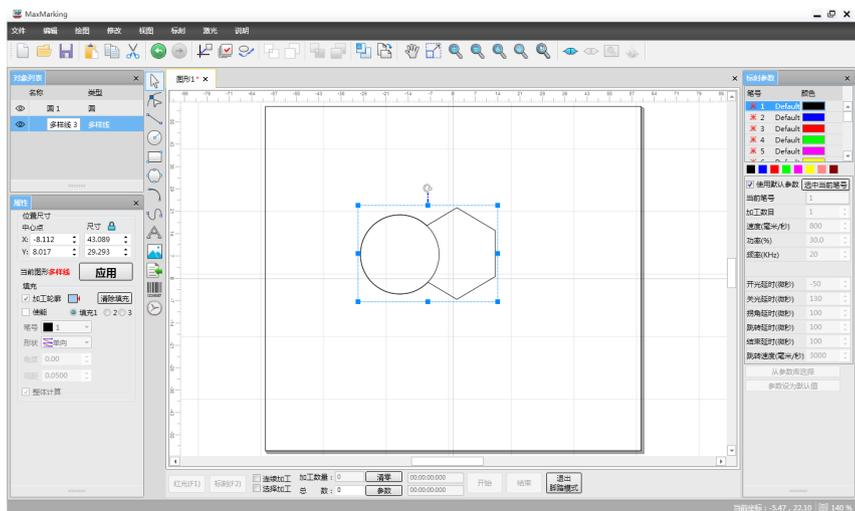

图 5-17 焊接效果图
**步骤:** 先选中原始对象(圆), 然后进入造型-焊接窗口, 勾选“保留原始对象”, 点击“焊接”按钮, 使其执行焊接指令, 关闭窗口后, 选择目标对象(多边形), 即实现了两个图形的焊接, 焊接后的图形默认为多样线类型, 如图 5-17。